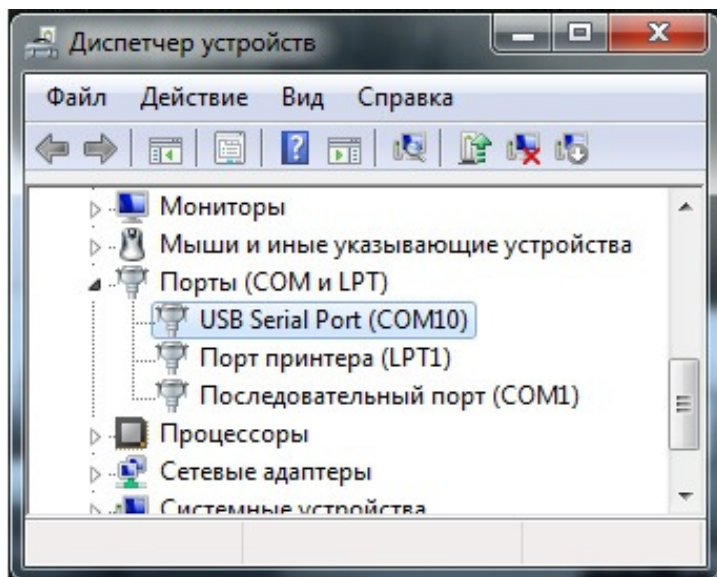

Рисунок 4 — ПИ-М-2 подключен к COM10
8.1.6 Посмотрите номер COM-порта к которому подключен адаптер в «Диспетчере устройств» (см. рисунок 4).